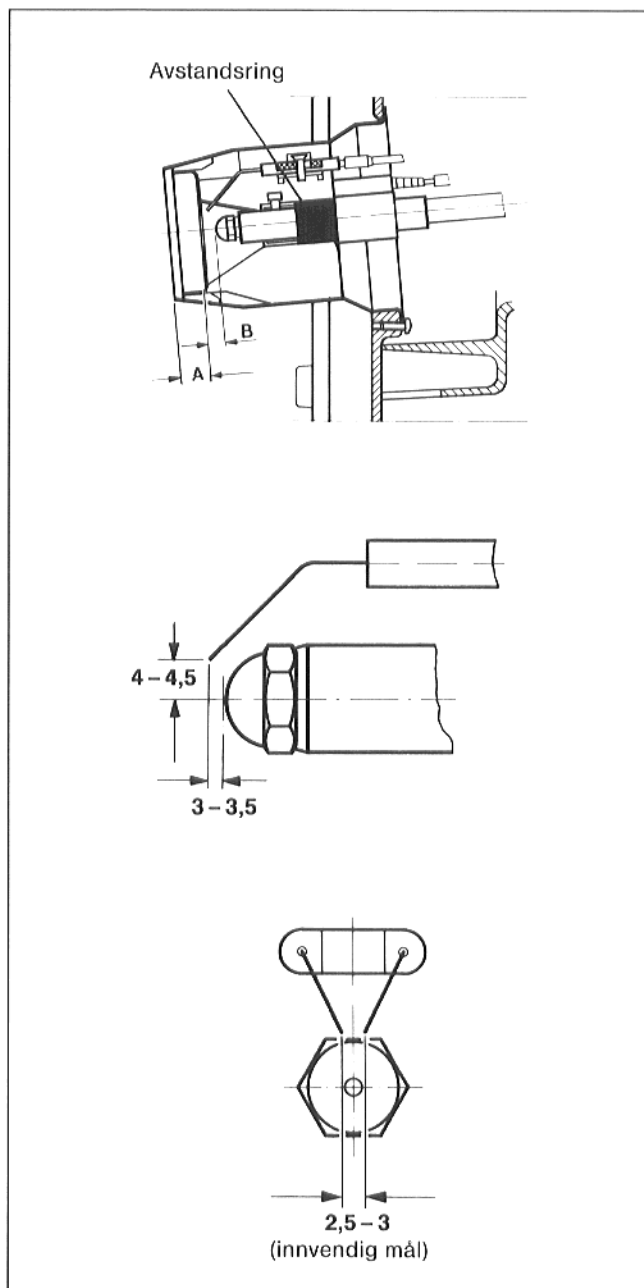

Fig. 17
- Kontrollér mål B (fig. 17).
- Innstill tennelektrodene (fig. 17).
- Innstill mål A (fig. 17).